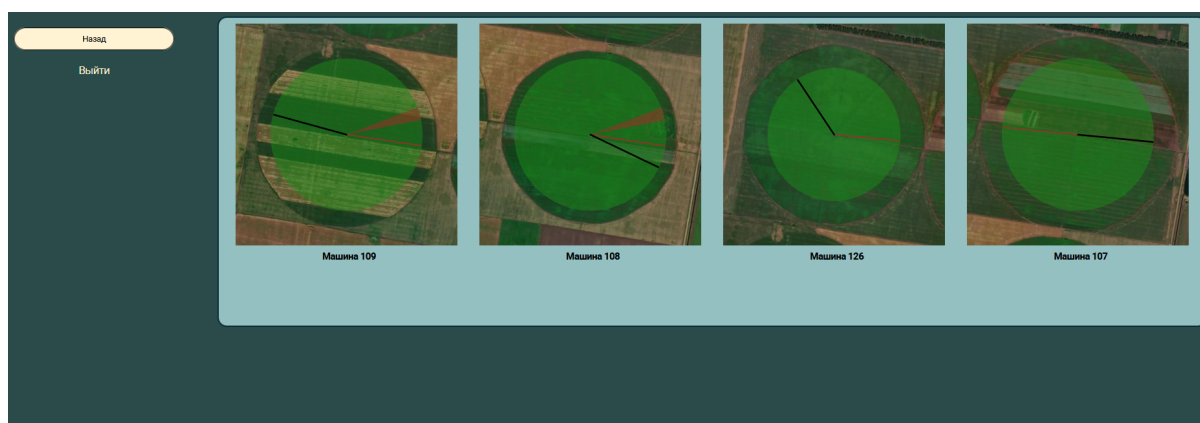

Рисунок 5 (страница мониторинга местоположения всех доступных объектов)
- нажав на кнопку “посмотреть все машины” пользователь переходит в страницу мониторинга местоположения всех машин, привязанных к его учетной записи (рис.5)